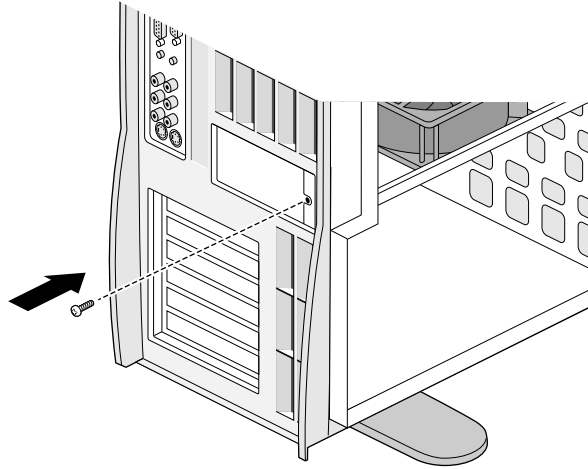

Figura 5-24 Inserindo o parafuso para fixar o painel vazio da placa SD1100 da Silicon Graphics
12. Segurando o painel vazio de E/S em seu lugar com uma das mãos, use a outra mão para inserir o parafuso no orifício localizado na parte externa do sistema. Veja a Figura 5-24.